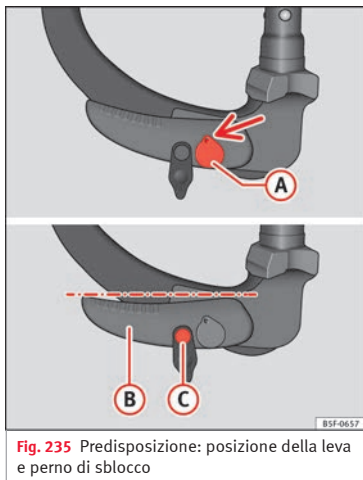

Fig. 235 Predisposizione: posizione della leva e perno di sblocco
- La chiave (A) » fig. 235 è nella posizione di sblocco (la parte bucatata della chiave è rivolta verso l'alto).
- La leva (B) » fig. 235 è in posizione inferiore.
- Il perno di sblocco può essere mosso (C) » fig. 235.